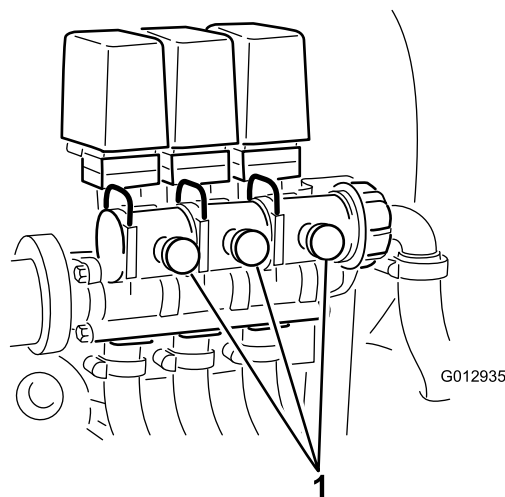

Figura 21
10. Ajuste la válvula de desvío del brazo (Figura 21), en el lado posterior de la válvula de control del brazo que desactivó, hasta que la presión indicada en el manómetro sea la misma que en el paso 7.